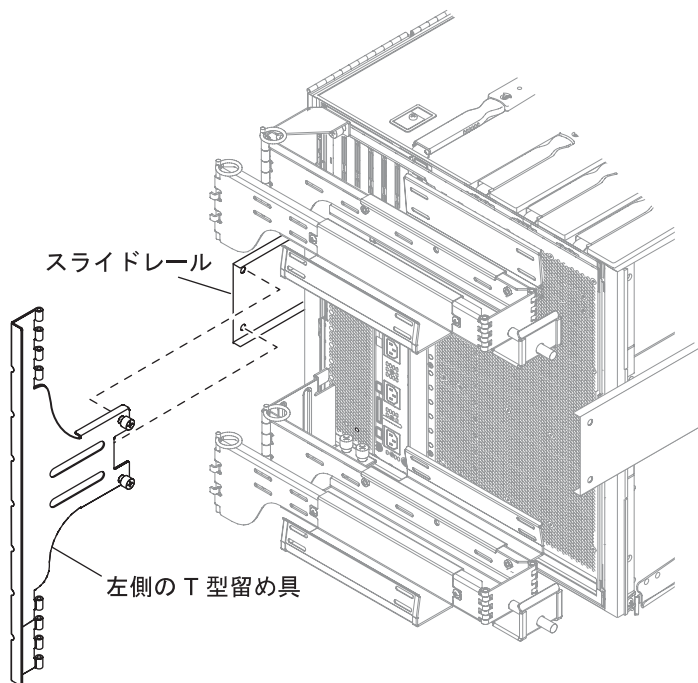

図 14-10 左側のT型留め具の取り付け
8. 2本の脱落防止機構付きねじを使用して、左側のT型留め具を左側のスライドレールに固定します(図14-10)。